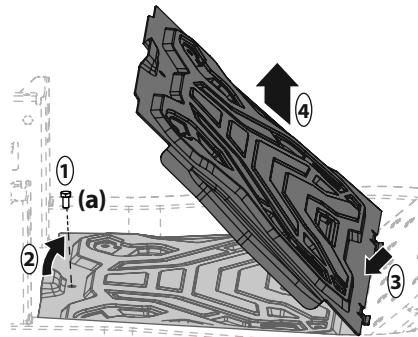

Figura 33
- Con una herramienta para usos múltiples (si está equipada) o una llave de cubo de 1/2", extraiga el tornillo de cabeza hexagonal (a) que sujeta el panel del piso en su lugar. Consulte 1 en la Figura 33
- Levante con cuidado la parte trasera del panel del piso. Consulte 2 en la Figura 33.
- Para liberar el frente del panel del piso, deslícelo hacia atrás. Consulte 3 en la Figura 33.
- Levántelo para separarlo del tractor. Consulte 4 en la Figura 33.